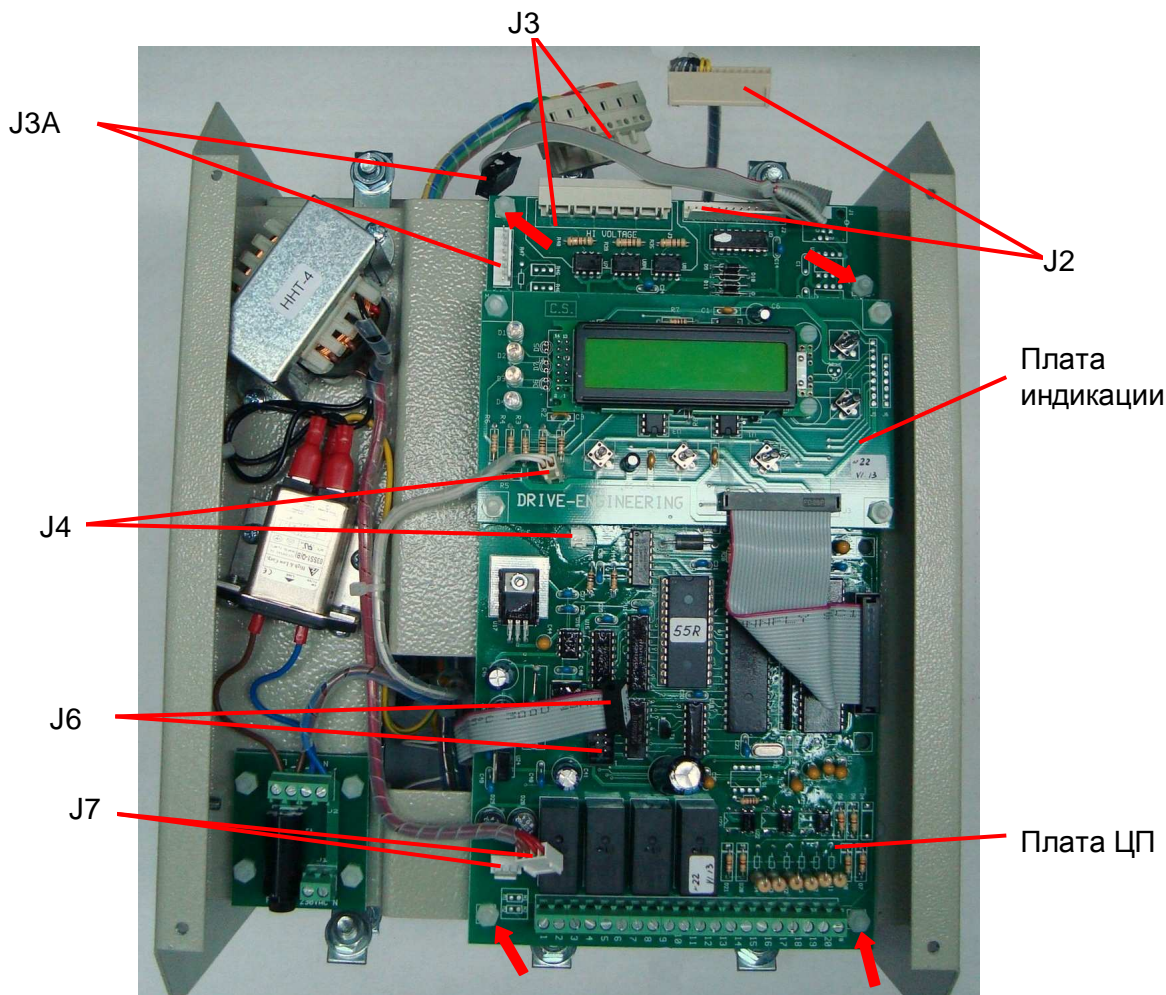

Рис. 6.3
- 6.3.1. Отсоединить разъемы кабелей от платы ЦП (разъемы J2, J3, J3A, J4, J6, J7, рис. 6.3).
- 6.3.2. Открутить четыре пластмассовые гайки (рис. 6.3, красные стрелки) и положить их в тару.